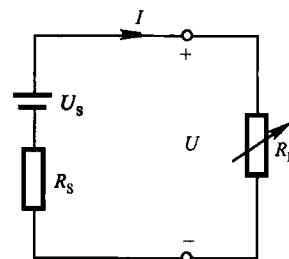

图 1.4.5 例 1.4.1 电路
(1) 有载状态：此时  $U = IR_L$ ,  $I = \frac{U_s}{R_s + R_L}$ ，若电路中电压、电流及功率的实际值等于额定值（所谓的额定值是制造厂商为保证电路正常工作，在电器的铭牌上或产品说明书上所规定的电压、电流或功率的值），电路工作在额定状态，即满载状态时，设备的容量可得到充分的利用，当然实际电路不一定就工作在额定状态。
(2) 开路状态：此时  $R_L = \infty$ ,  $I = 0$ ，即空载状态，开路时的电压用  $U_{oc}$  表示，开路电压最高， $U_{oc} = U_s$ 。
(3) 短路状态：此时  $R_L = 0$ ，短路时的电流用  $I_{sc}$  表示， $I_{sc} = \frac{U_s}{R_s}$ ，短路时电流最大。
**【例 1.4.1】** 在图 1.4.5 所示直流电路中，已知额定功率  $P = 60W$ 、额定电压  $U = 30V$ ，内阻  $R_s = 0.5\Omega$ ，负载  $R_L$  可调，试求：(1) 在额定工作状态下的电流  $I$  及负载电阻  $R_L$ ；(2) 开路电压；(3) 短路电流。